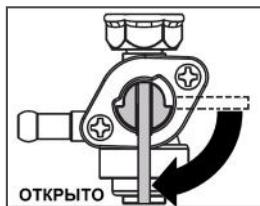

Рис. 10 Рычаг топливного крана
- Откройте топливный кран переводом рычага в вертикальное положение (Рис. 10).